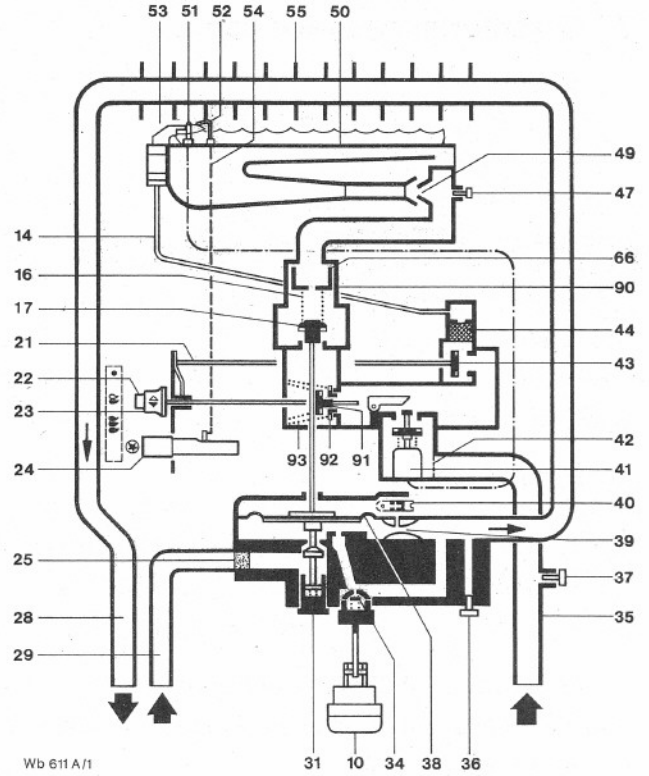

fig. 1 Esquema del aparato para gas natural y gas licuado
- Entrada de agua fría (derecha): el aparato incluye un accesorio de conexión con llave de corte. Este accesorio, para unión con entrada de agua fría, lleva rosca exterior (R1/2"). Fijese de que el filtro de agua esté integrado (fig. 1, 2 Pos. 25).